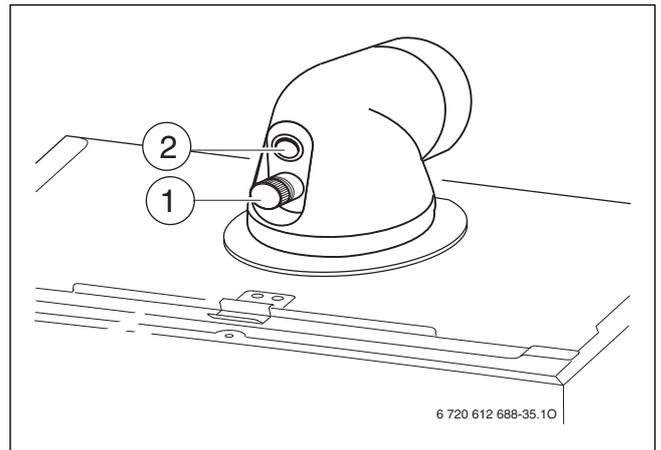

Fig. 64
- ▶ Retirer le bouchon sur la prise de mesure de l'air de combustion [2] (→ figure 64).
- ▶ Retirer le bouchon au niveau de la prise de mesure des fumées [1] (→ figure 64).